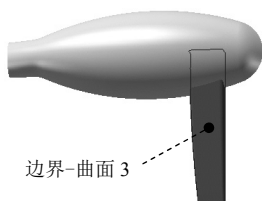
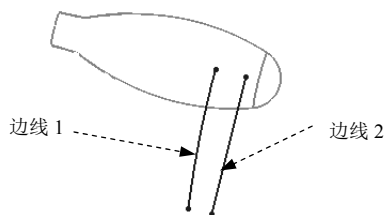

图 6.15.20 边界-曲面 3
图 6.15.21 选择边界曲线
Step17. 创建如图 6.15.20 所示的边界-曲面 3。选择下拉菜单 **插入(I)** → **曲面(S)** → **边界曲面(B)...** 命令, 选取如图 6.15.21 所示的边线 1 和边线 2 为方向 1 的边界曲线, 选取草图 8 和草图 9 为方向 2 的边界曲线。单击 ☒ 按钮, 完成边界-曲面 3 的创建。